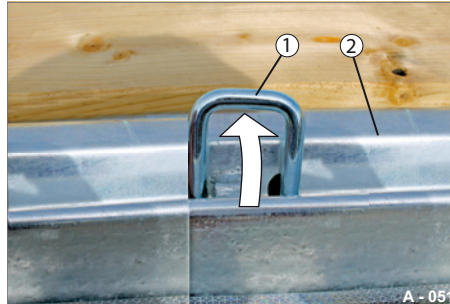

Abb. 55 Zurrbügel herausgedrückt
- ▶ Drücken Sie den Zurrbügel (Abb. 55/1) von unten nach oben heraus.